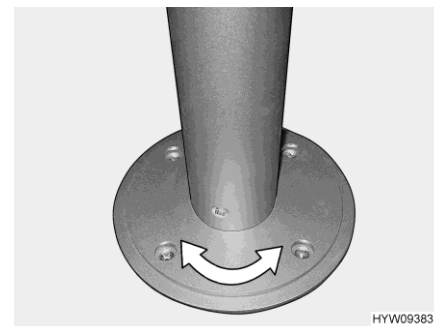

Fig. 97 Pied de table colonne (pivotant)
- Tourner le plateau de table dans la position désirée. Un certain effort est pour cela nécessaire car le plateau de table tourne dans le sens inverse de la résistance au frottement sur le pied de table colonne (Fig. 97).